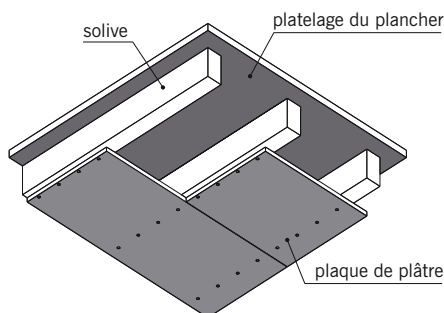

fig. 9.1
- Le **plafond fixé** est composé de plaques appliquées directement sous le plancher par collage, clouage ou vissage. Les matériaux utilisés peuvent être : des plaques de plâtre à parement lisse, des panneaux composites comprenant une plaque de plâtre ou un panneau de fibres de bois collé sur un isolant (fig. 9.1 et 9.2).